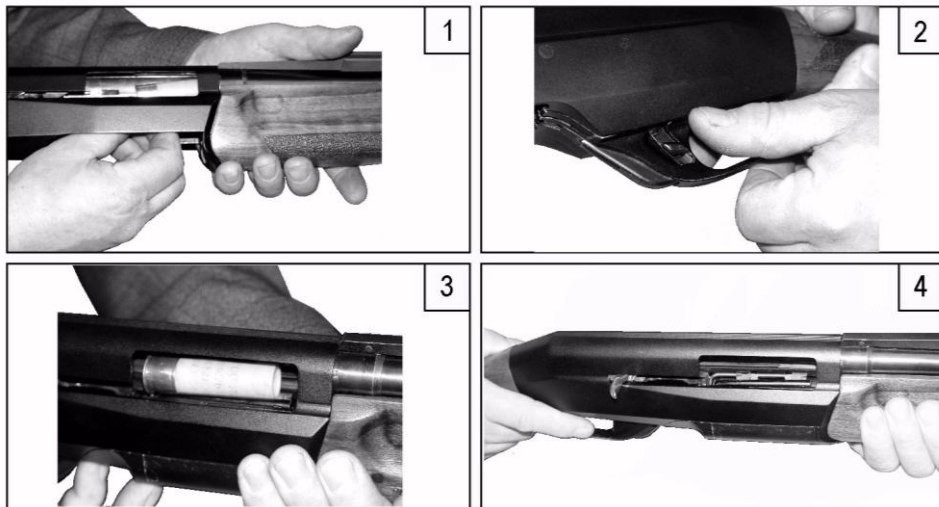

Рисунок 4 - Порядок заряжания ружья
- при израсходовании патронов в магазине после последнего выстрела, затвор должен остановиться на затворной задержке в заднем положении (Рисунок 4 вид 4).
- если магазин отсоединен, вложить один патрон в патронник через окно выброса гильзы или через окно присоединения магазина (Рисунок 4 вид 1);
- убрать руку из зоны движения затвора и опустить рычаг останова затвора, после чего затвор под действием возвратной пружины придет в крайнее переднее положение и произойдет запираение канала ствола (Рисунок 4 вид 2);
- если пристегнут пустой магазин, вложить один патрон в окно выброса гильзы на подаватель патрона из магазина и опустить рычаг останова затвора. Произойдет досылание патрона в патронник и запираение канала ствола (Рисунок 4 вид 3);
Ружье готово для выстрела. После производства выстрела затвор останется в заднем положении на затворной задержке (Рисунок 4 вид 4).